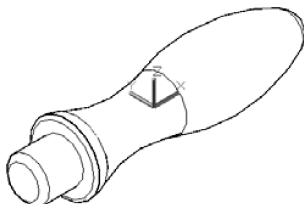

图 10-12 消隐图
(3) 隐藏 (H): 显示用线框表示的对象并隐藏表示后向面的直线。图 10-12 所示是 UCS 坐标和手柄的消隐图。